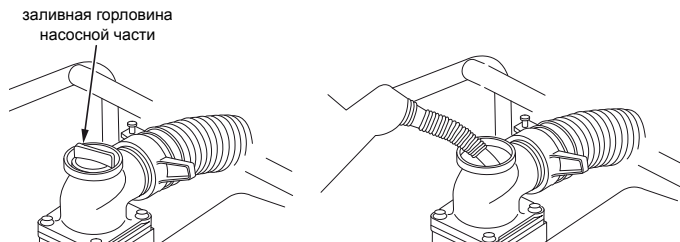

Рис. 8
- вывернуть пробку заливной горловины насосной части (см. рис. 8);